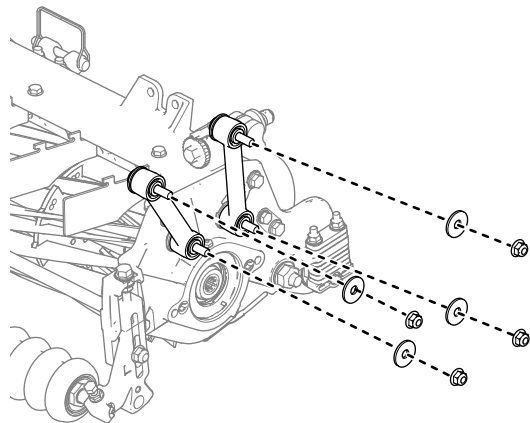

図 21
1. 昇降リンクをカッティングユニットのサイドプレートとキャリアフレームに固定しているナットとワッシャーを取り外す 図 21。ワッシャーは廃却する。